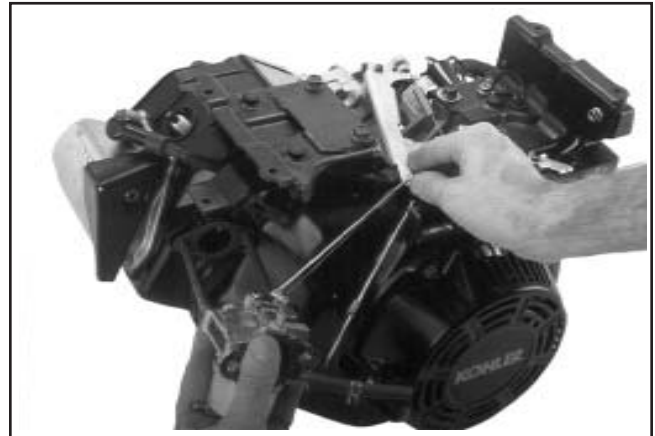

Figure 9-17. Retirer le carburateur sans retirer le levier du régulateur.
2. Tirer le carburateur vers l'extérieur et hors des goujons de fixation. Incliner le carburateur et déconnecter la tringle de l'accélérateur et le ressort amortisseur du levier de l'accélérateur. Voir la figure 9-17.